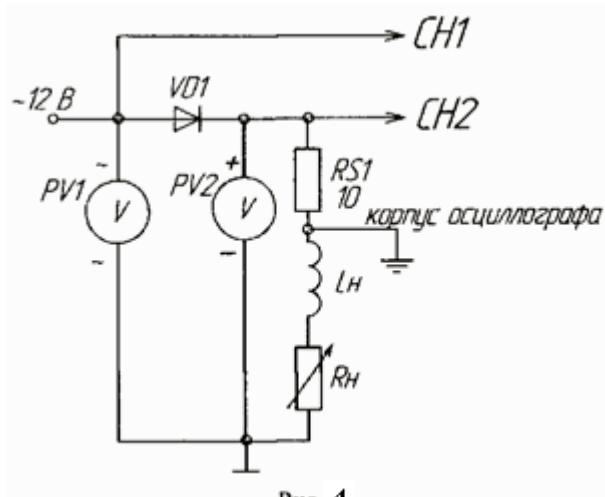

Рис. 4
6) Включить дроссель последовательно с нагрузкой (рис. 4); снять осцилограммы напряжения на диоде  $U_a$  и анодного тока  $I_a$ . Снять осцилограмму напряжения на нагрузке  $U_h$ , переключив корпус осциллографа на общий провод, не забудьте определить масштабы по току и напряжению;